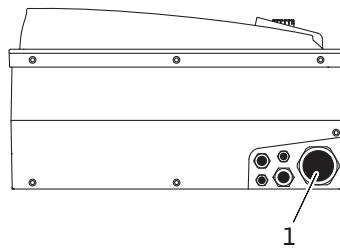

Fig. 23: Kabelskjøt med gjenger M25/M40
- Strømledningen må føres gjennom kabelskjøten med gjenger M25/40 (fig. 23, pos. 1).